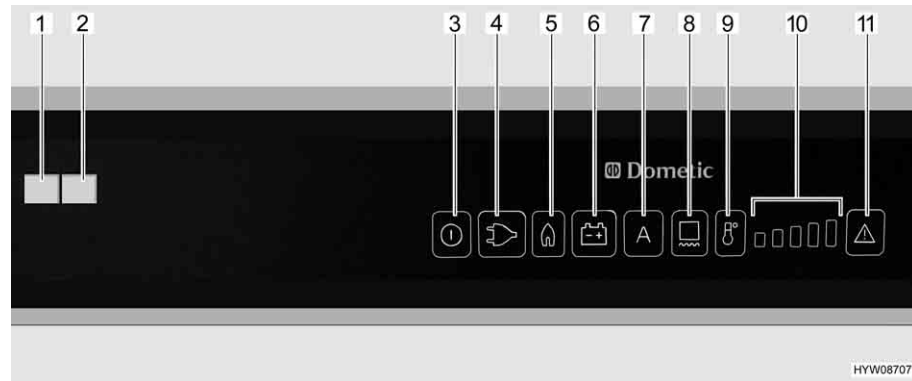

Fig. 166 Boutons de commande pour le réfrigérateur (Dometic RMD)
Quand le mode de fonctionnement est réglé sur "AES", qu'**aucune** alimentation 230 V n'est raccordée et que le moteur du véhicule est à l'**arrêt**, l'AES choisira l'alimentation en gaz. Dès que le fonctionnement au gaz est activé, la veilleuse de sécurité s'ouvre automatiquement, de sorte que le gaz peut arriver au brûleur. En même temps, l'allumage électronique est connecté. Si la flamme s'éteint, p. ex. en raison d'un courant d'air, l'allumage s'active automatiquement et rallume le gaz. En cas de dérangement du régime au gaz, les touches lumineuses "Gaz" (Fig. 166,5) et "Dérangement" (Fig. 166,11) clignotent. Le voyant de contrôle "Dérangement" (Fig. 166,1) s'allume et une alarme acoustique retentit pendant 20 secondes.
Lorsque le réfrigérateur est mis en marche, il choisit automatiquement la température moyenne du thermostat. Ce réglage peut cependant être corrigé manuellement à l'aide de la touche de sélection du degré de température (Fig. 166,9). Les voyants de contrôle (Fig. 166,10) indiquent le réglage du thermostat sélectionné. La température de réfrigération des trois types d'énergie se règle avec la touche de sélection du degré de température. Il faudra attendre quelques heures jusqu'à ce que le réfrigérateur ait atteint sa température normale de réfrigération. Il garde toutefois son réglage de température lorsqu'on change d'un mode à un autre. La température de réfrigération est maintenue indépendamment du type d'énergie choisi.
- Régler le chauffage du cadre pour une durée de 2 heures : Appuyer une fois sur la touche (Fig. 166,8). Une barre d'affichage des degrés de température (Fig. 166,10) s'allume.
- Régler le chauffage du cadre pour une durée de 5 heures : Appuyer deux fois sur la touche (Fig. 166,8). Deux barres d'affichage des degrés de température (Fig. 166,10) s'allument.
- Régler le chauffage du cadre sur fonctionnement permanent : Appuyer trois fois sur la touche (Fig. 166,8). Trois barres d'affichage des degrés de température (Fig. 166,10) s'allument.
L'affichage des degrés de température (Fig. 166,10) indique pendant quelques secondes la durée de fonctionnement du chauffage du cadre.
fage du cadre grâce à la touche (Fig. 166,8). Ceci permet d'éviter la corrosion. Lorsque le chauffage du cadre est activé, la touche lumineuse (Fig. 166,8) est allumée.
- Appuyer sur la touche Marche/Arrêt (Fig. 166,3) pendant env. 2 secondes. Le réfrigérateur s'enclenche, le dernier type d'énergie choisi ou "AES" est indiqué.
- Régler la température de réfrigération souhaitée à l'aide de la touche de sélection du degré de température (Fig. 166,9). Les voyants de contrôle (Fig. 166,10) indiquent le réglage du thermostat sélectionné.
- Appuyer sur la touche Marche/Arrêt (Fig. 166,3) pendant env. 2 secondes. Le réfrigérateur s'éteint, plus aucun indicateur n'est allumé.